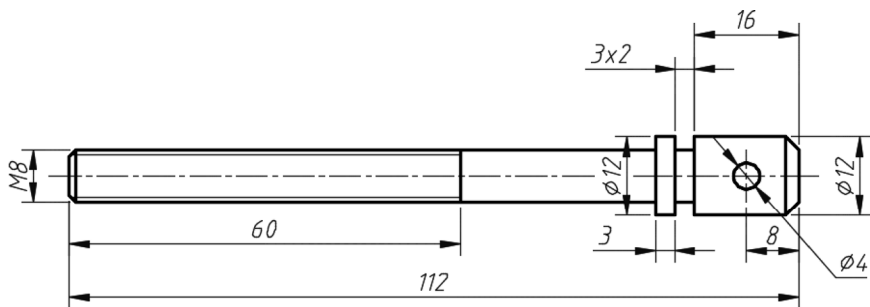

图 12-66 打断中心线
20) 打断中心线。在功能区“默认”选项卡的“修改”面板中单击“打断”按钮, 接着选择水平中心线作为要打断的对象（注意选择单击的位置，该位置确定第一个打断点），接着指定第二个打断点，从而将该水平中心线打断以使该水平中心线与相应尺寸标注文本不重叠，参考效果如图 12-66 所示。